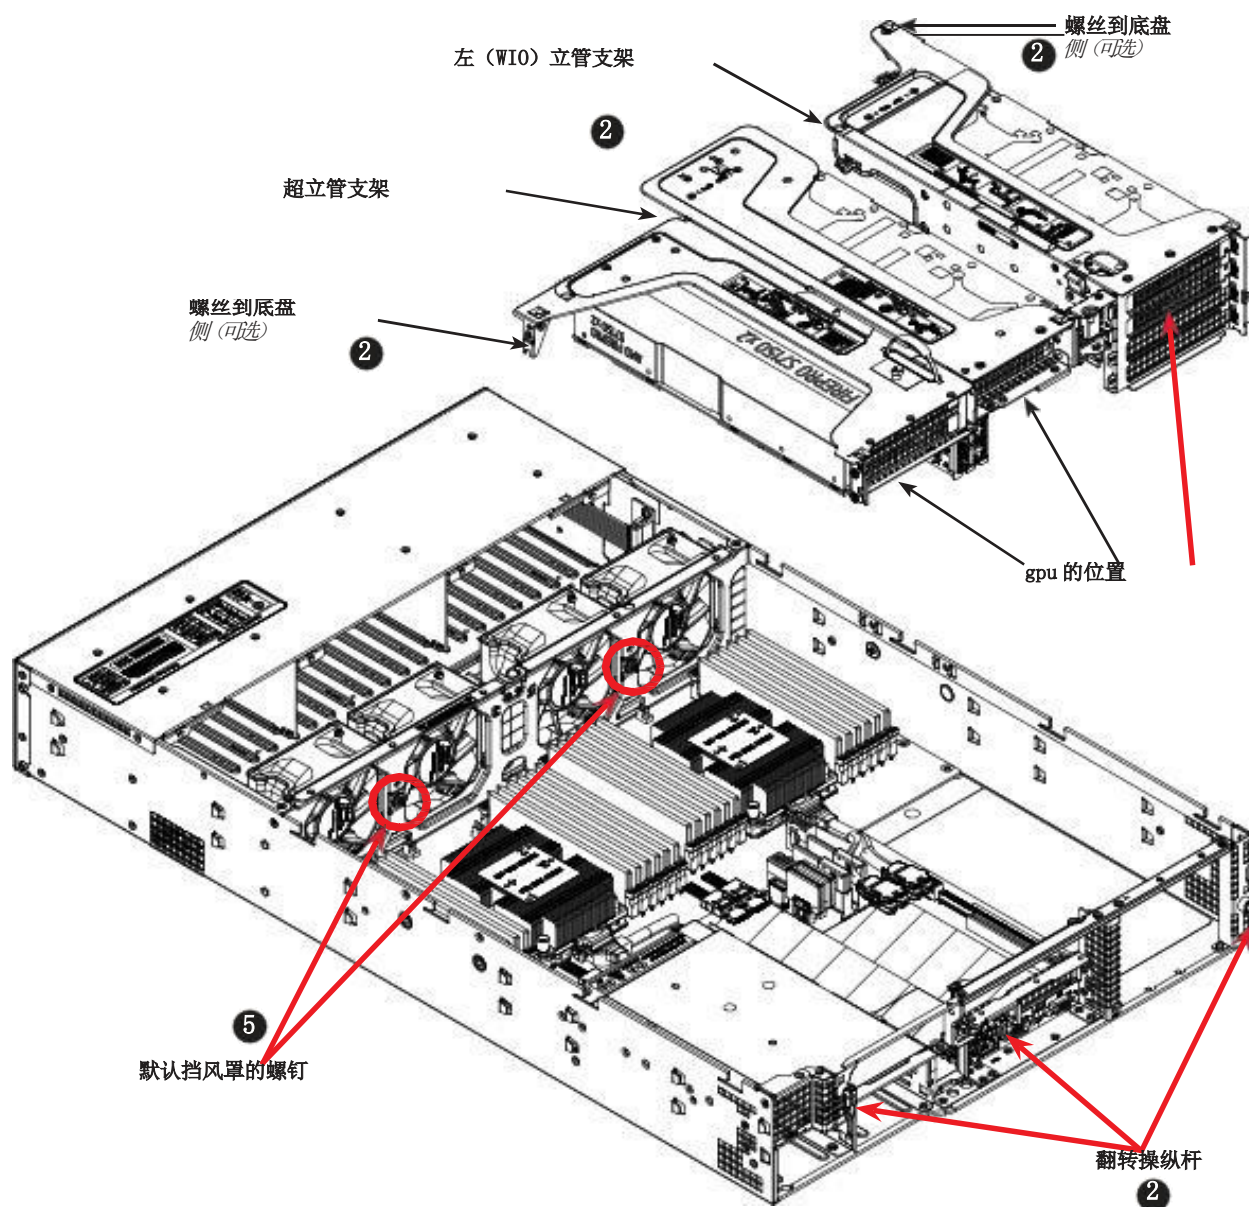

图 F-2。立管卡和 GPU 的位置
5. 拆下风扇壳体上固定默认空气护罩的两个螺钉。（见图 F-2）